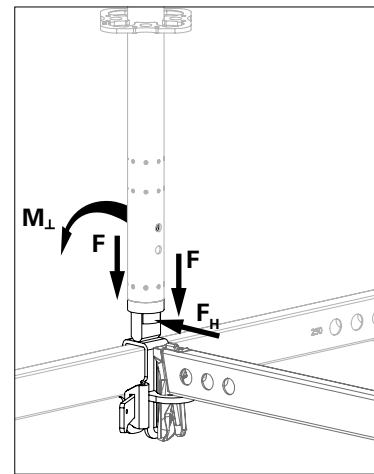

Abb. A11.13a
- Zul. max. Querkraft  $F_H = 5$  kN, Zul. max. Moment  $M_\perp = 0,17$  kNm. Es darf nur das Moment oder die Querkraft mit den Maximalwerten eingeleitet werden. Bei Überlagerung von Moment und Querkraft muss das Bauteil separat nachgewiesen werden. (Abb. A11.13a)